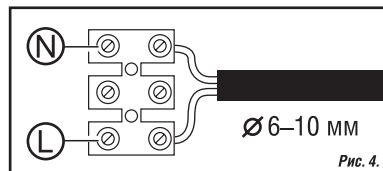

Рис. 4.
- Подключите сетевую кабель к клеммной колодке (5) в соответствии с указанной маркировкой клеммы L, N, как показано на *Рис. 4.*
- Задвиньте боковую часть (2) с клеммной колодкой вплотную к корпусу, убедитесь, что специальные выступы зажимной гайки совпали со специальными пазами на корпусе светильника и поверните зажимную гайку гермоввода (1) по часовой стрелке. Убедитесь, что гайка плотно прилегает к корпусу. Степень защиты IP65 обеспечивается только при использовании кабеля с внешним диаметром от 6 до 10 мм.